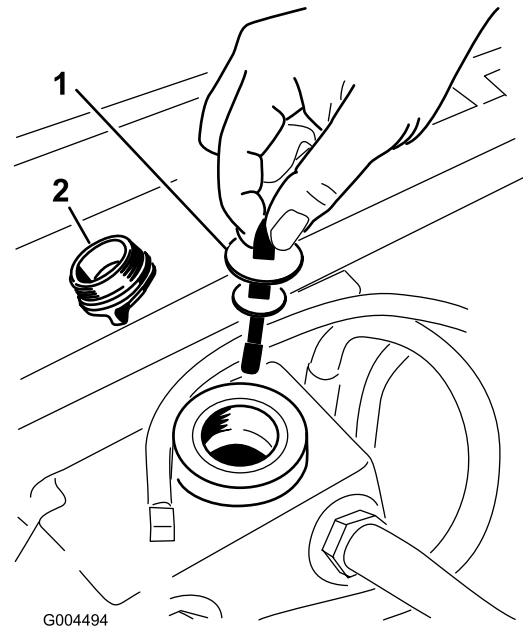

Figure 76
3. Enlevez le bouchon (Figure 76) du goulot de remplissage du réservoir hydraulique.
4. Retirez la jauge et essuyez-la sur un chiffon propre (Figure 76).
5. Remettez la jauge dans le goulot de remplissage, sortez-la de nouveau et vérifiez le niveau de liquide (Figure 76).